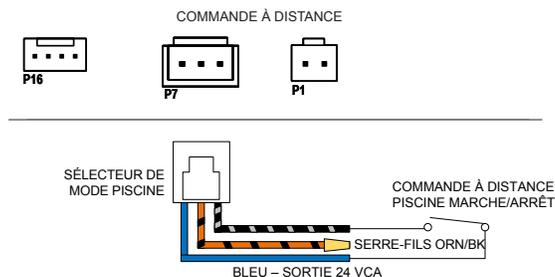

Figure 59. Installation du faisceau de la télécommande 2 fils
- Fixez le serre-fils sur le fil ORANGE/NOIR du faisceau de la télécommande à 3 fils. Voir Figure 59.